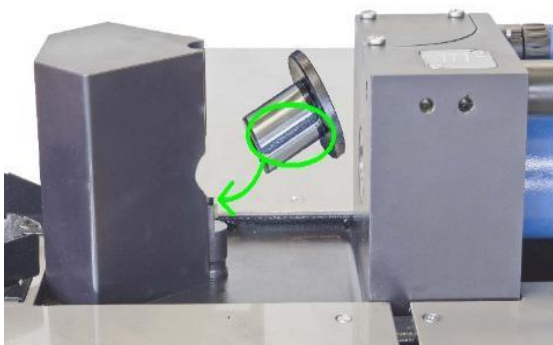

Рис. 2
- Встановіть відповідну **матрицю**, сумістивши її виїмку зі штифтом для позиціонування (рис. 2–3).